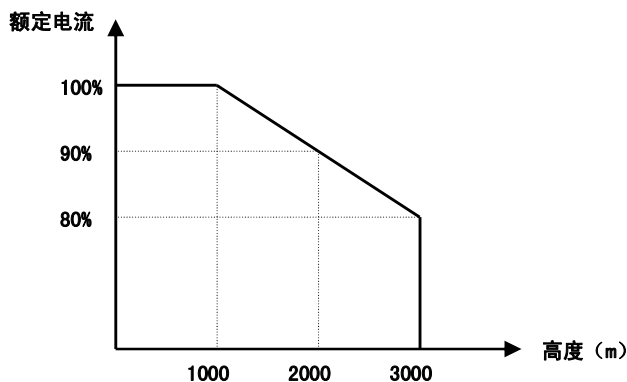

图 1-7 变频器额定电流与海拔高度降额曲线图
海拔高度	1000 米以下（海拔超过 1000 米需降额使用，详见图 1-7）。
- 在海拔高度超过 1000 米的地区，由于空气稀薄造成变频器的散热效果变差，有必要降额使用。如图 1-7 所示为变频器的额定电流与海拔高度的关系曲线。